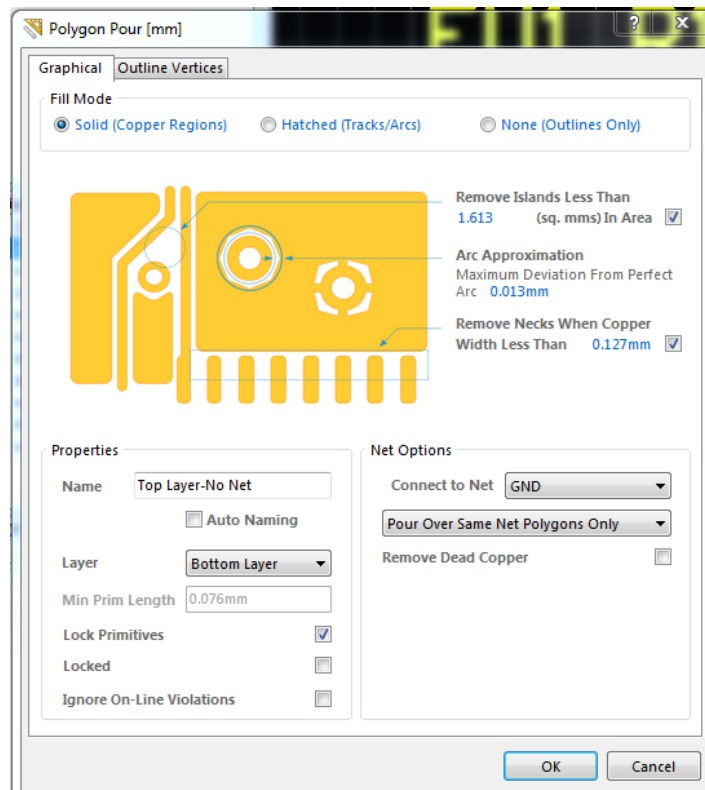

Рис. 5.19
6) У вікні, що відкрилося рис. 5.19, у полі **Fill Mode** оберіть **Solid (Copper Regions)**. У полі **Net Options**, у пункті **Connect to Net**, оберіть **GND**. У полі **Properties**, у пункті **Layer**, оберіть **Bottom Layer** та натисніть **OK**.